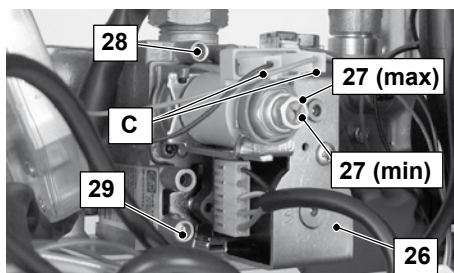

Figura 7.3
- A caldaia spenta (fuori servizio), controllare la pressione di alimentazione utilizzando la presa 29 in Figura 7.3 e confrontare il valore letto con quelli riportati nella tabella Pressioni di alimentazione gas nella sezione "Dati tecnici" pag. 18.
- Richiudere bene la presa di pressione 29 in Figura 7.3 .
- Aprire la presa di pressione 28 in Figura 7.3 e collegare un manometro.
Per tarare la pressione al bruciatore agire sul dado esagonale grande in ottone dell'operatore modulante 27 (max) in Figura 7.3 (ruotando in senso orario la pressione aumenta).
- Sconnettere il filo di alimentazione C dell'operatore modulante 27 . Fare attenzione che non vada a toccare le parti metalliche della caldaia Figura 7.3 .
- Per tarare la pressione al bruciatore agire sulla vite in plastica (27 (min) in Figura 7.3) tenendo fermo il dado esagonale in ottone grande (27 max in Figura 7.3) dell'operatore modulante (ruotando in senso orario la pressione aumenta).
- Collegare il filo di alimentazione C dell'operatore modulante Figura 7.3 .
- Chiudere la presa di pressione 28 in Figura 7.3 .